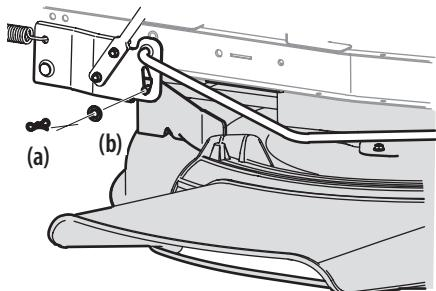

Figure 28
3. Enlevez la goupille papillon (a) et la rondelle plate (b) de l'ensemble de relevage du plateau de coupe et gardez-les pour les utiliser plus tard. Voir la Figure 28.